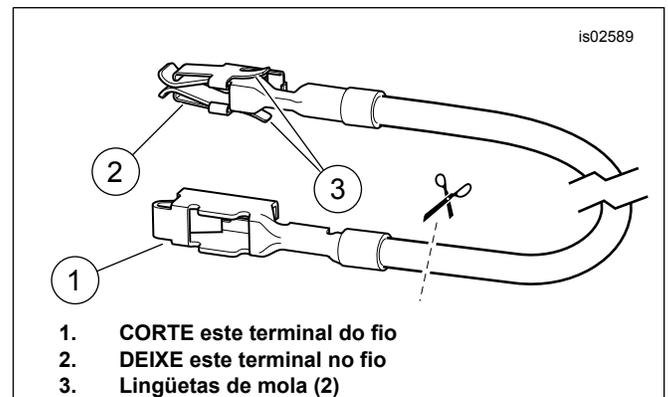
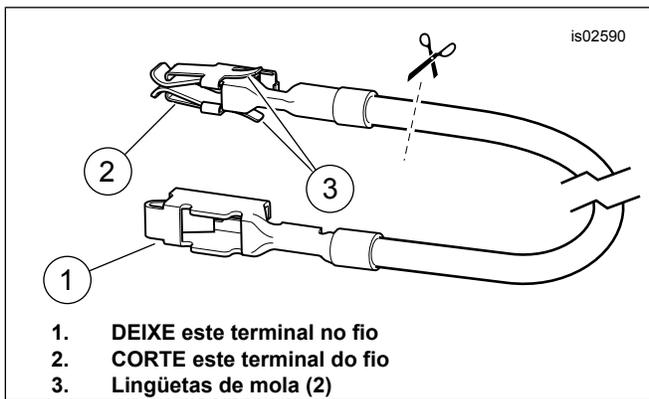
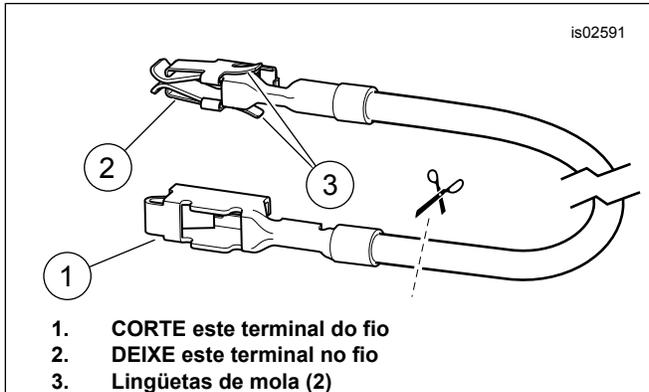
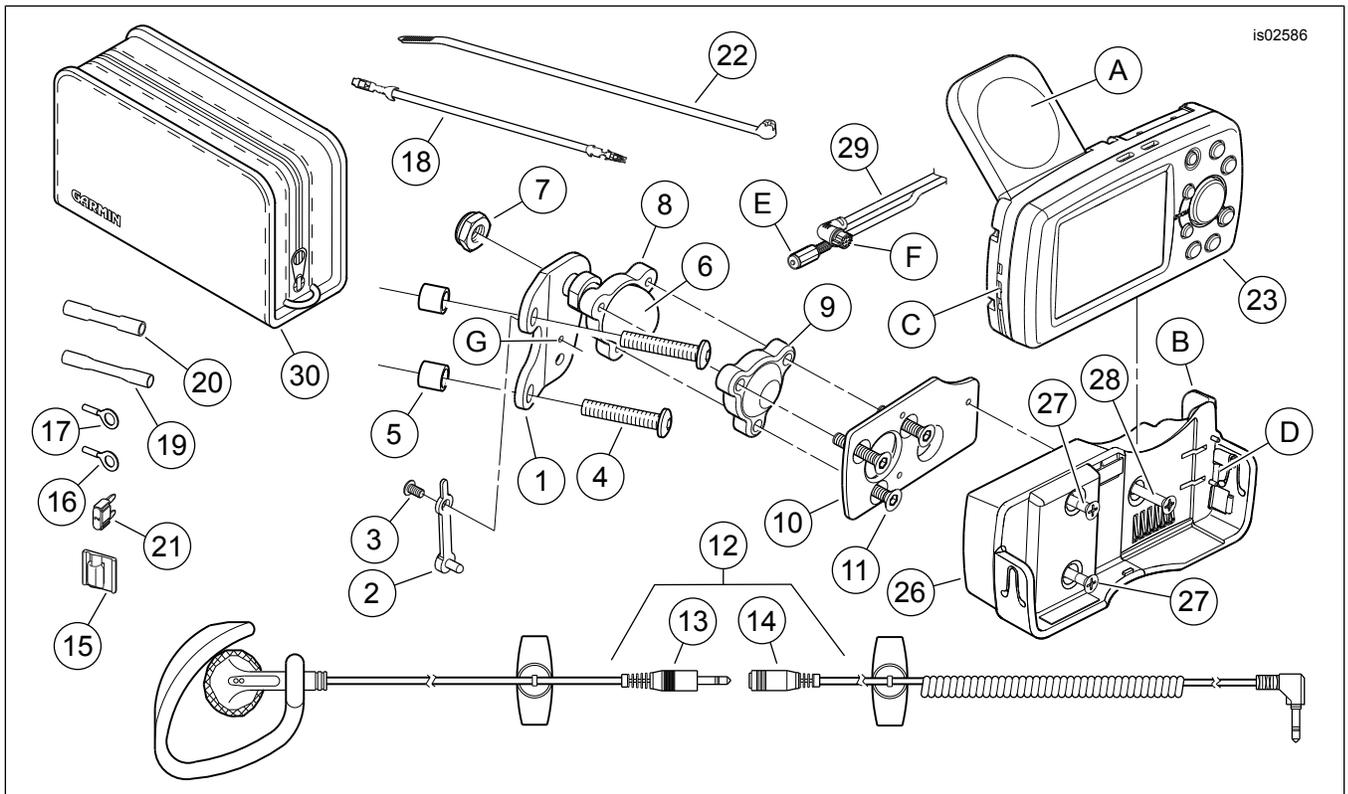

Figura 1. Fio do adaptador do bloco de fusíveis (Dyna e Softail)
Figura 2. Fio adaptador do bloco de fusíveis (FL Touring anos 2004 a 2006) (FL Touring ano 2008 e posteriores)
Figura 3. Fio do adaptador do bloco de fusíveis (FL Touring ano 2007)
Figura 4. Peças de reposição: kits de montagem do piloto automático e GPS
- Pegue o fio laranja/branco do adaptador do bloco de fusíveis (18) do kit. Observe o terminal em cada extremidade (veja a Figura 1). Somente o terminal **COM lingüetas de mola** caberá na cavidade de fusíveis. Corte cuidadosamente o terminal **SEM** lingüetas de mola do fio e descarte-o.
- Corte o excesso do fio vermelho **do chicote de fios do Road Tech Quest** para ficar facilmente ao alcance do fio adaptador laranja/branco instalado no passo 4c. Consulte a advertência depois do passo 3 e a seção CONECTORES DA LUVA DE EMENDA SELADAS do Manual de serviço. Usando o conector de luva de emenda **azul** (20) do kit, emende o fio vermelho do chicote Road Tech Quest com o fio laranja/branco do adaptador.
- Veja a Figura 4. Instale um dos fusíveis de 2 A (21) do kit na cavidade do fusível aberta para completar o circuito.
- Corte o excesso do fio vermelho **do chicote de fios do Road Tech Quest** para ficar facilmente ao alcance do fio adaptador laranja/branco instalado no passo 5d. Consulte a advertência depois do passo 3 e a seção CONECTORES DA LUVA DE EMENDA SELADAS do Manual de serviço. Usando o conector de luva de emenda **azul** (20) do kit, emende o fio vermelho do chicote Road Tech Quest com o fio laranja/branco do adaptador.
- Veja a Figura 4. Instale um dos fusíveis de 2 A (21) do kit na cavidade do fusível P&A IGN para completar o circuito.
- Pegue o fio laranja/branco do adaptador do bloco de fusíveis (18) do kit. **Para os modelos anos 2004 a 2006 e para os modelos ano 2008 e posteriores:** Observe o terminal em cada extremidade (veja a Figura 2). Somente o terminal **SEM lingüetas de mola** caberá na cavidade de fusíveis. Corte cuidadosamente o terminal **COM** lingüetas de mola do fio e descarte-o. **Somente para os modelos ano 2007:** Observe o terminal em cada extremidade (veja a Figura 3). Somente o terminal **COM lingüetas de mola** caberá na cavidade de fusíveis. Corte cuidadosamente o terminal **SEM** lingüetas de mola do fio e descarte-o.
- Corte o excesso do fio vermelho **do chicote de fios do Road Tech Quest** para ficar facilmente ao alcance do fio adaptador laranja/branco instalado no passo 6e. Consulte a advertência depois do passo 3 e a seção CONECTORES DA LUVA DE EMENDA SELADAS do Manual de serviço. Usando o conector de luva de emenda **azul** (20) do kit, emende o fio vermelho do chicote Road Tech Quest com o fio laranja/branco do adaptador.
- Veja a Figura 4. Instale um dos fusíveis de 2 A (21) do kit na cavidade do fusível P&A IGN para completar o circuito. Reinstale os três fusíveis removidos no passo 6d em suas cavidades correspondentes.
- d. Veja a Figura 4, a advertência depois do passo 3 e a seção **CONNECTORES DA LUVA DE EMENDA SELADAS** do Manual de serviço. Usando o conector **vermelho** de luva de emenda (19) do kit, emende o fio vermelho com os fios laranja/brancos cortados no passo 7b.
8. **Todos os modelos:** Abra a tampa do suporte de fusíveis no chicote do Road Tech Quest. Ligue o fusível de 2 A (21) restante do kit no suporte de fusíveis e feche a tampa.